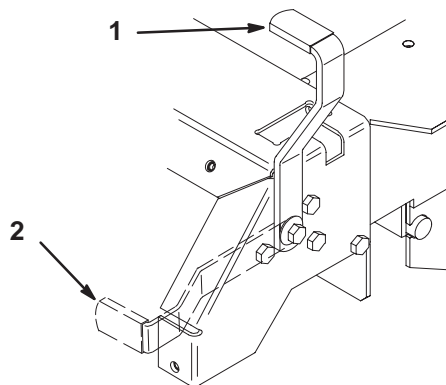

Bild 12
2. Ziehen Sie den Feststellbremshebel nach hinten und oben, um die Feststellbremse zu aktivieren (Bild 12). Der Feststellbremshebel muss fest in der aktivierten Stellung bleiben.
1. Drücken Sie den Feststellbremshebel nach vorne und unten, um die Feststellbremse zu lösen (Bild 12). Die Feststellbremse ist deaktiviert.